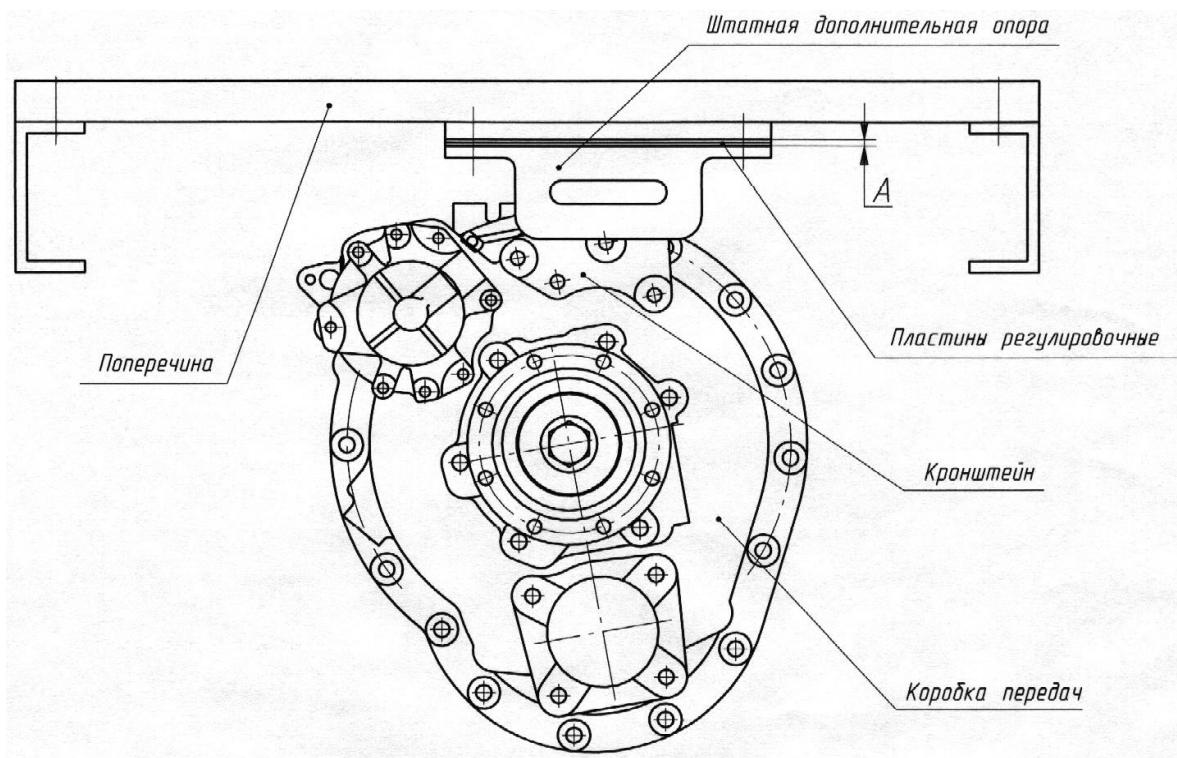

Рисунок 3. Вид на коробку передач сзади.
-замерить расстояние "А" между поперечиной и поддерживающей опорой (см. рисунок 3);